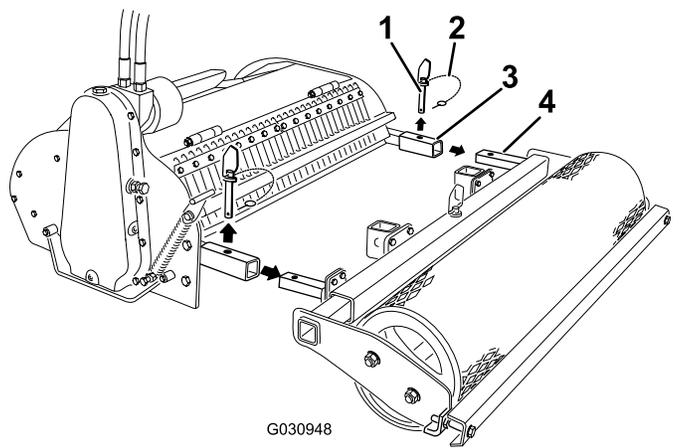

Рисунок 5
3. Вийміть шпильки із маніпуляторів культиватора (Рисунок 5).
- Зніміть ролик з культиватора (Рисунок 5).